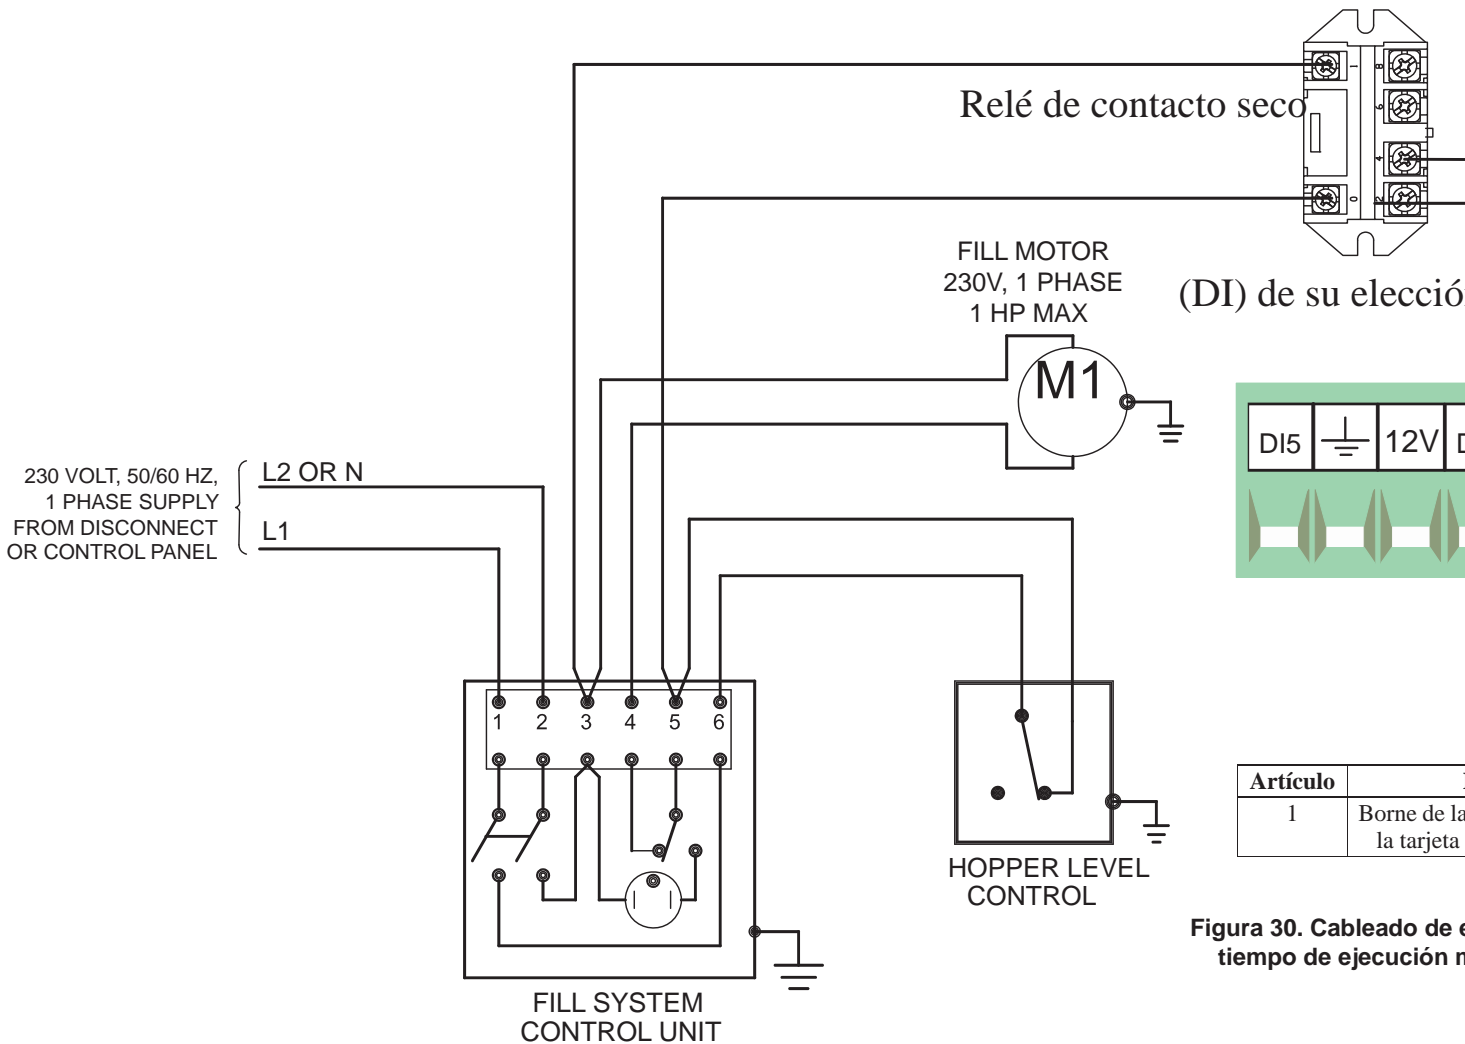

Figura 30. Cableado de tiempo de ejecución máx. de alimento
Si se utiliza la alarma de tiempo de ejecución máx. de alimento, la entrada de la alarma debe conectarse a una de las entradas digitales (DI) de la tarjeta de E/S. Se debe conectar un relé de contacto seco a la tarjeta de E/S. La bobina del relé debe energizarse siempre que se cierra el interruptor de nivel de la tolva del sistema de llenado (Ver Figura 30).